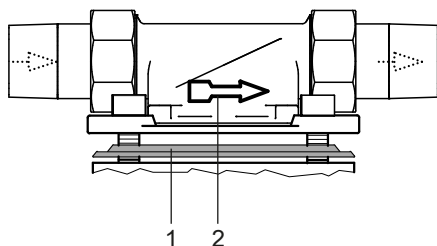

Abb. 2: Einbaudrehflansch
Zur korrekten Abdichtung muss das Profil der Profildichtung zum Einbaudrehflansch zeigen (siehe Abbildung 2).
**Zur korrekten Abdichtung muss das Profil der Profilflanschdichtung zum Einbaudrehflansch zeigen (siehe Abbildung 2).**